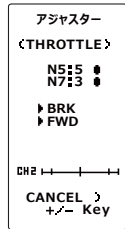
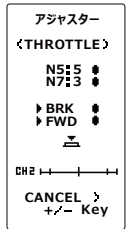

図 3
図 4
振り幅の設定画面 (図 3) の状態で、スティックをブレーキ側いっぱいおよび前進側いっぱいに軽く操作し画面にボタンマーク (図 4) が表示されたら ① ボタンを押します。